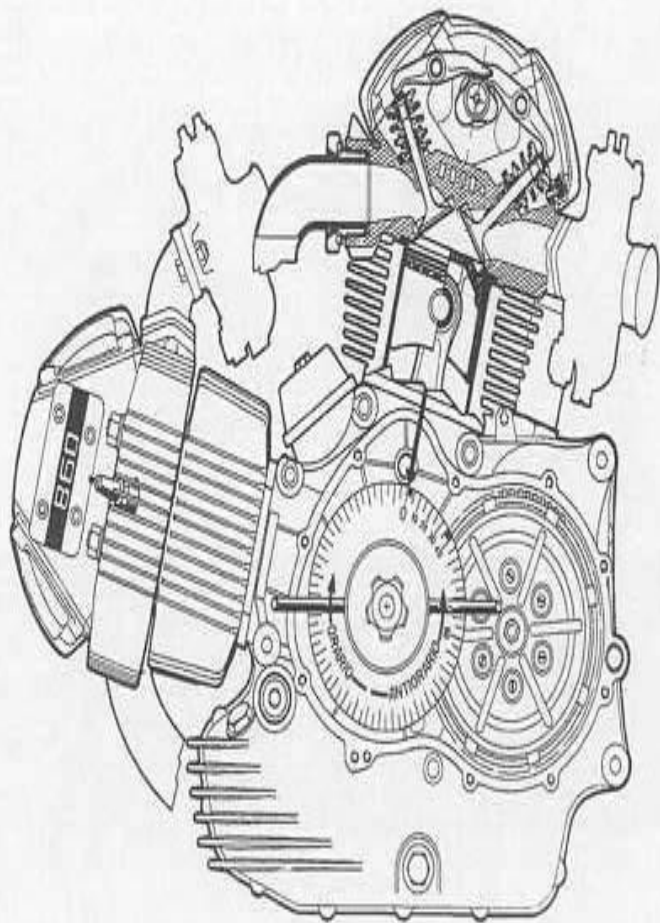

Fig. 125
- 2 - Montare il disco goniometrico sull'asse del motore (vedi fig. 125).
- 2 - Fit the protractor wheel on the engine main axle (see fig. 125).